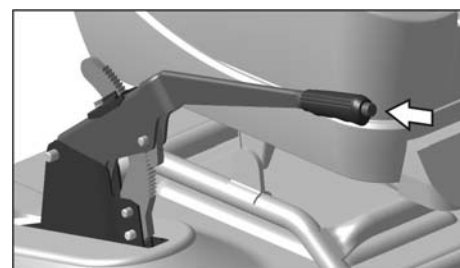

Рис. 5.8. Рычаг стояночного тормоза
**24 – рычаг стояночного тормоза.** Для затормаживания автомобиля необходимо потянуть рычаг (рис. 5.8) вверх; при этом, если включено зажигание, на комбинации приборов загорается прерывистым светом сигнализатор. Для возвращения рычага в исходное положение необходимо нажать кнопку на торце рукоятки рычага; при растормаживании сигнализатор гаснет.